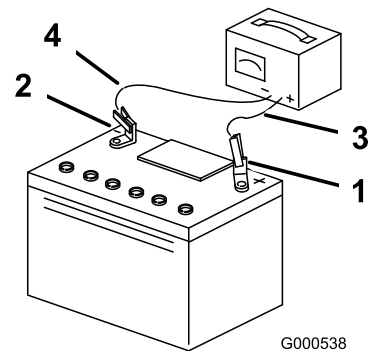

Figure 61
5. Une fois la batterie chargée au maximum, débranchez le chargeur du secteur, puis débranchez les fils du chargeur des bornes de la batterie (Figure 61).